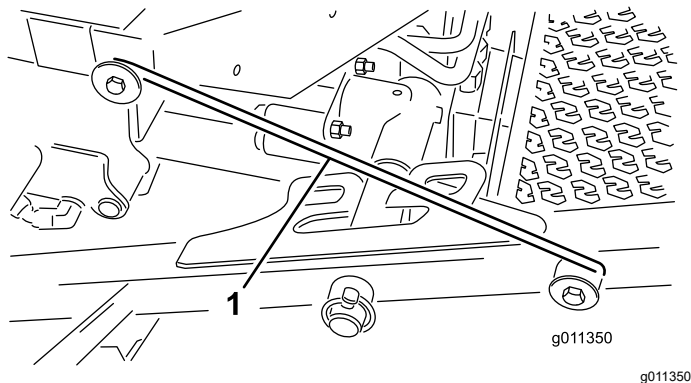

Bild 36
4. Lösen Sie die Riegelstange aus der Halterung am vorderen Trägerrahmen (Bild 36).
5. Heben Sie die Außenseite der Frontmähwerke an und positionieren den Riegel über den an der Vorderseite der Fahrerplattform befestigten Rahmenstift (Bild 36).